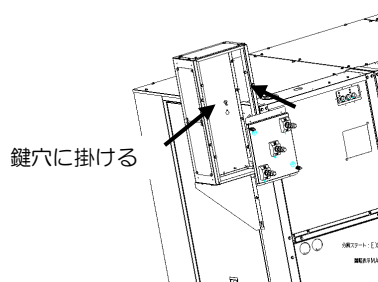

図 3-2 ターミナルブロック仮取付け
- ② 仮締めしたネジがターミナルボックス内の鍵穴にかかるようにターミナルブロックを仮取付けします（図 3-2 参照）。